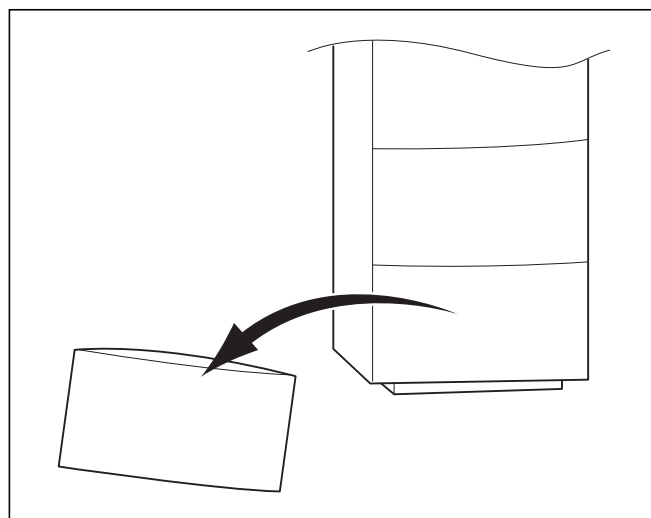

Fig. 4.1 Fjernelse af kabinettet
- Fjern den nederste kabinetdel for ikke at beskadige den under transporten (se fig. 4.1).